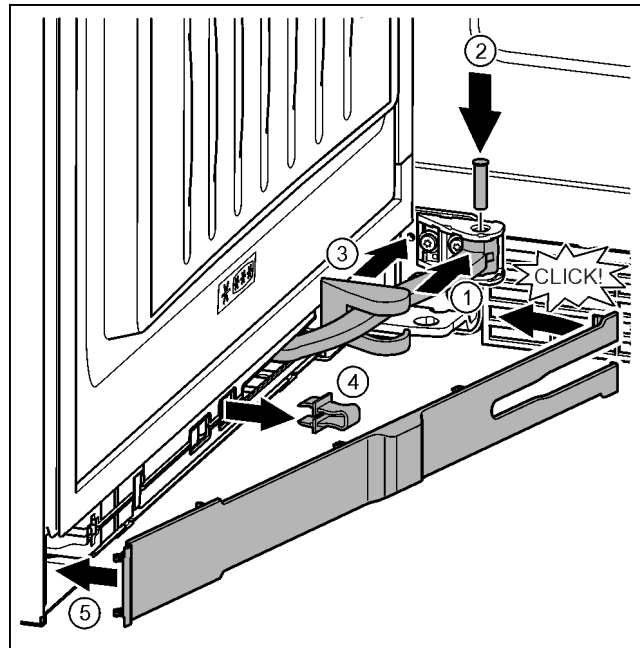

Fig. 46
- ▶ Kĺb otočte v závese. Fig. 46 (1)
- ▶ Skrutkovačom T15 nasadíte čap do závesu a kĺbu. Prítom dbajte na to, aby sa zaisťovací doraz nachádzal správne v drážke. Fig. 46 (2)
- ▶ Kryt ložiskovej konzoly posuňte pozdĺž kĺbu a namontujte ho nad zavesenie. Fig. 46 (3)
- ▶ Vyberte poistku. Fig. 46 (4)
- ▶ Kryt nasadíte na strane rukoväte a priklopte. Fig. 46 (5)